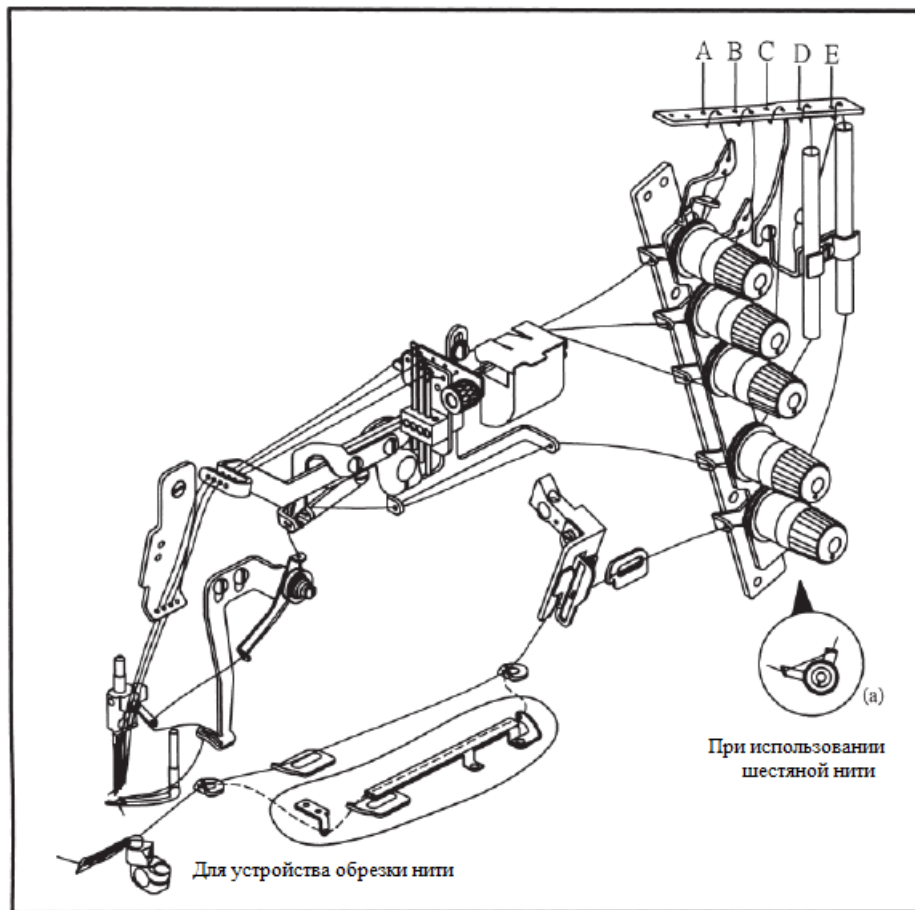

Рис. 10
1. Заправка нитей показана на Рис. 10. Неправильная заправка может привести к обрывам нитей, пропуску стежков, сморщиванию материала, неравномерной длине стежков и т.д.
3. На Рис. 10. показана заправка нитей для 3-игольной машины.
Если в качестве нити петлителя используется хлопчатобумажная или нейлоновая нить, заправку следует выполнять, как показано на Рис. 10а.
4. Если в качестве петельной нити используется шерстяная, нейлоновая или аналогичная нить, заправку следует выполнять, как показано на Рис. 10а.